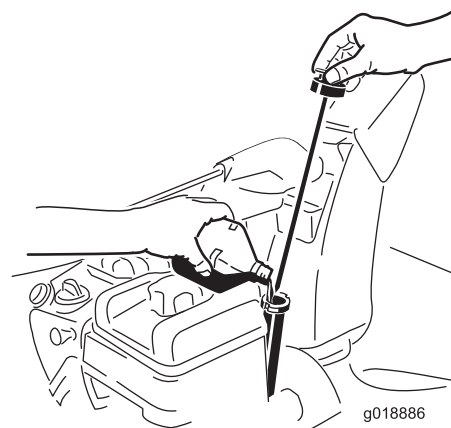

Figure 35
2. Ressortez la jauge et vérifiez le niveau d'huile (Figure 35). Faites l'appoint si le niveau est en dessous du repère "Add" sur la jauge. Voir Plein d'huile du carter moteur.